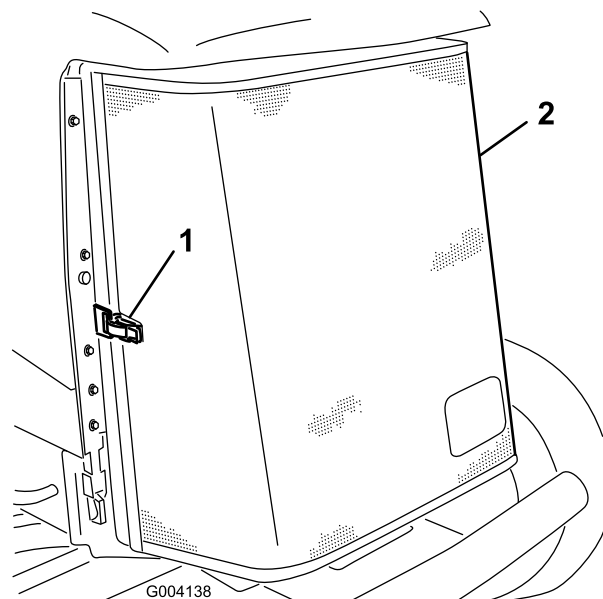

図 110
5. 後スクリーンのラッチを外してスクリーンを開く **図 110**。